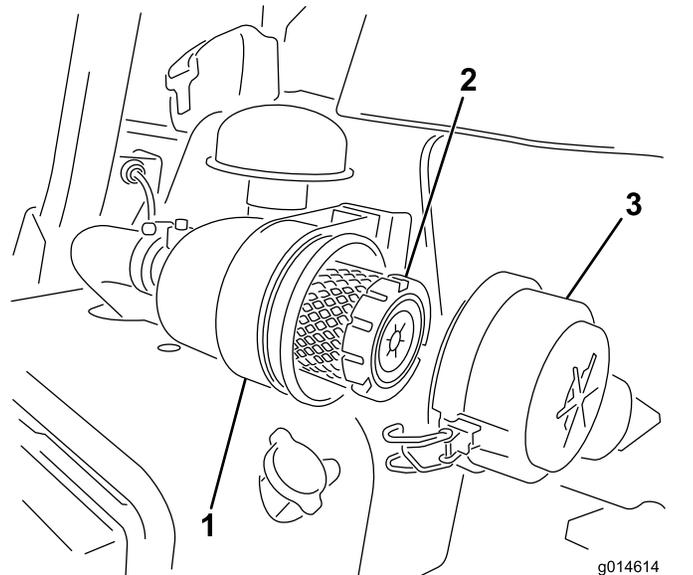

Figura 31
1. Abra los enganches que fijan la tapa del limpiador de aire a la carcasa del limpiador de aire (Figura 31).
7. Cierre los enganches (Figura 31).